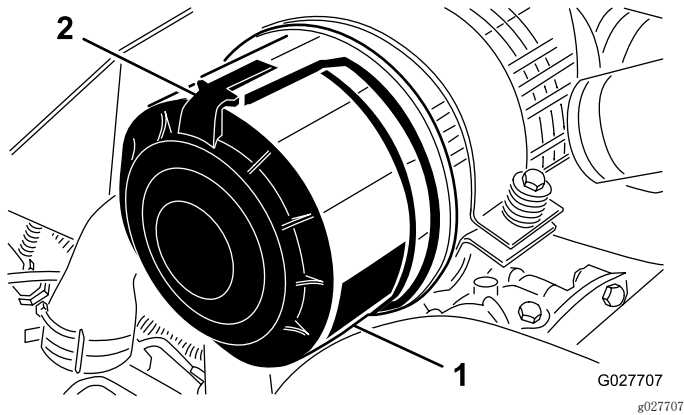

图61
1. 松开将空气滤清器盖固定到空气滤清器壳体上的门锁（图61）。